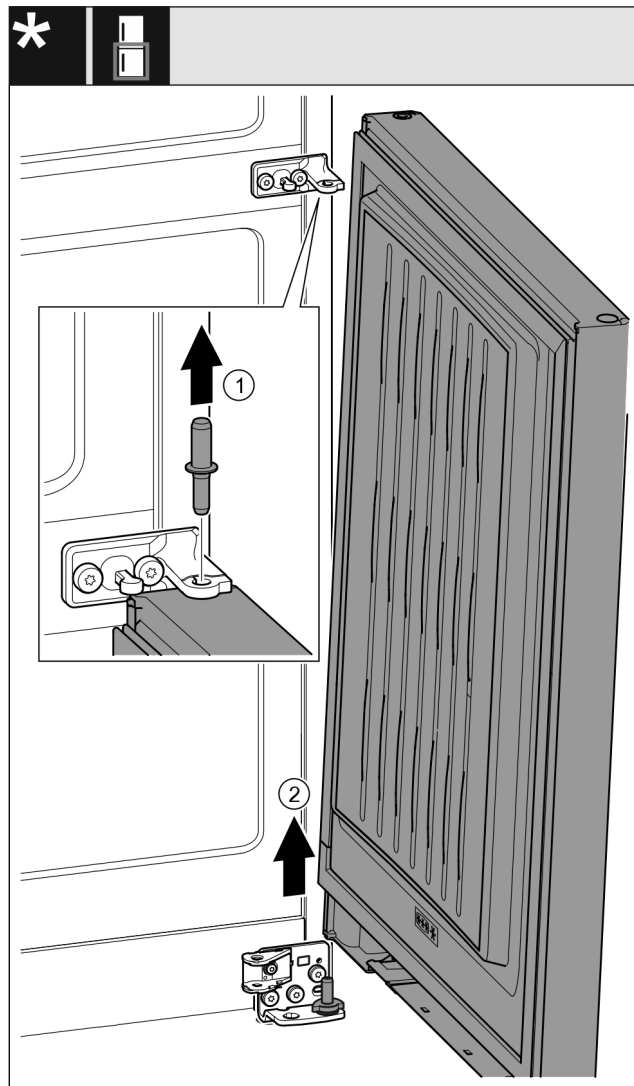

Fig. 32 С амортизатором закрывания двери\*
- ▶ Извлеките палец Fig. 32 (1) движением вверх.\*
- ▶ Отведите дверь Fig. 32 (2) в сторону, потяните вверх и оставьте ее.\*